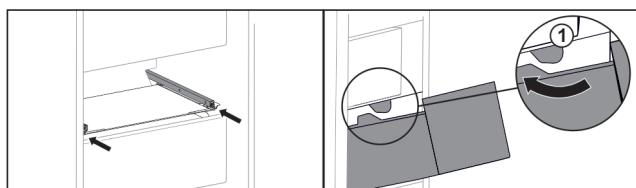

Fig. 149
- Прокарайте чекмеджето около ограничителите Fig. 149 (1).